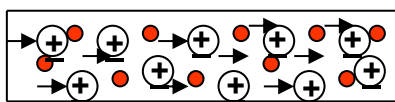

Fig 19
- Plus le conducteur possède des électrons libres, moins la résistance est grande, car ils ne butent pas sur les ions positifs (fig.19).